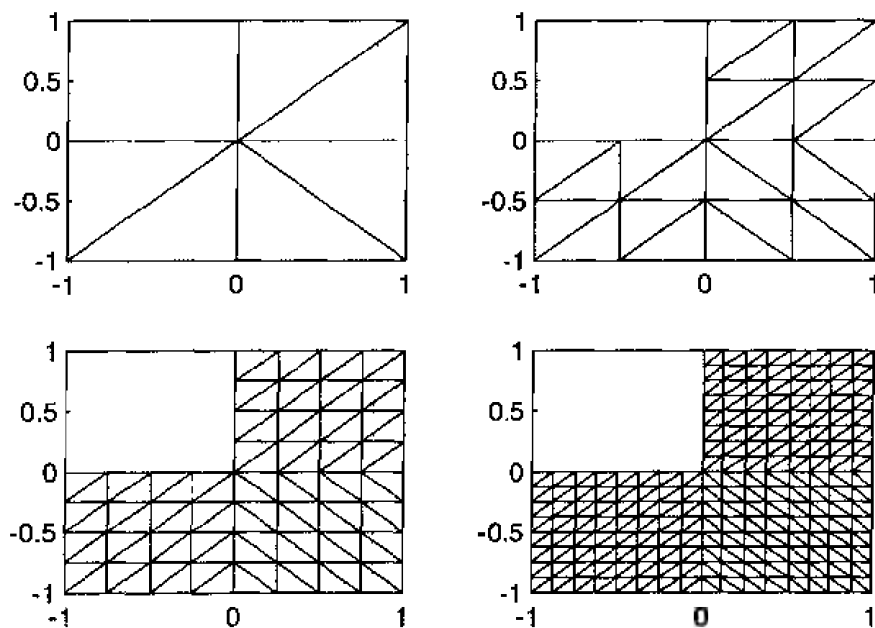

图 4-8 三角形网格加密
**【例 4.4-4】** 多次加密 L 型区域的网格,并画出每次加密后的网格图。如图 4-8 所示。